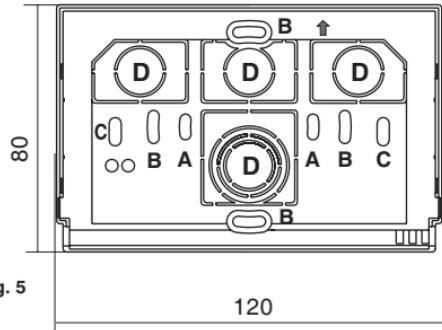

Fig. 5
- Fissare la base del cronotermostato alla scatola incasso (o alla parete), utilizzando le opportune coppie di fori (fig. 5):
**N.B.:** fig.5, "**D**" = aree asportabili per l'ingresso dei fili (solo flessibili)